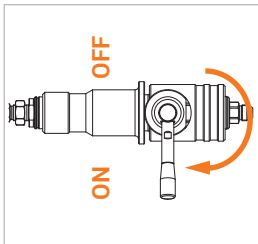

Figure 11
- ▶ Tournez le levier de commande (Pos. 3) du nozzle de ravitaillement de 180° en position ON (Figure 11).